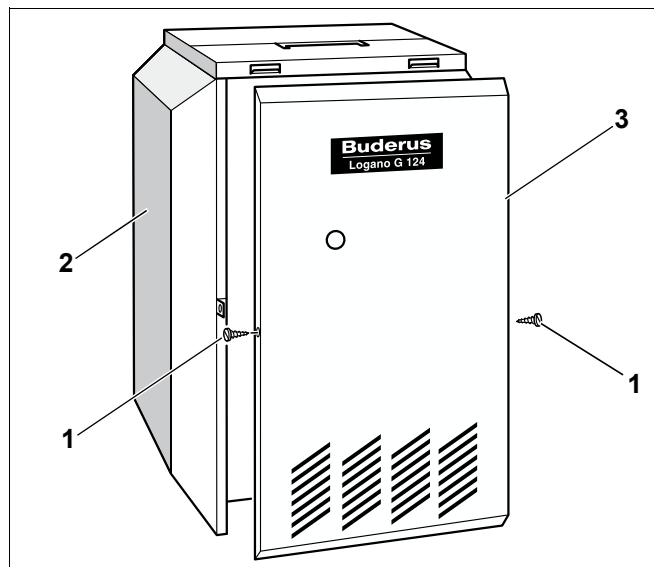

Рис. 12 Демонтаж передней стенки котла
- Вывернуть фиксирующие винты (рис. 12, **поз. 1**) передней стенки (рис. 12, **поз. 3**).
- Снять переднюю стенку котла (рис. 12, **поз. 3**). Для этого ее нужно немного приподнять и снять, подав на себя.